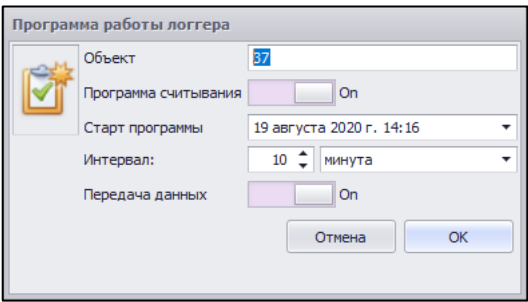

Рисунок 4. Настройка программы считывания
- Настроить программу считывания. С помощью команды «Прибор→ Программа считывания» вызвать диалоговое окно «Программа работы логгера» (Рисунок 4), в котором включить программу считывания, установить имя объекта, дату и время старта программы, временной интервал считывания температуры и передачу данных. Если отключить передачу данных, то прибор будет работать в автономном режиме (РГТ-ИНК-10, 00) с сохранением данных во внутреннюю память. Для корректной работы приборов РГТ-ИНК-ХЗ, количество одновременно передающих данные приборов, не должно быть больше четырех, это связано с особенностями работы сети. В связи с этим, рекомендуемое минимальное время считывания и передачи данных с 4-х приборов составляет 5 минут.